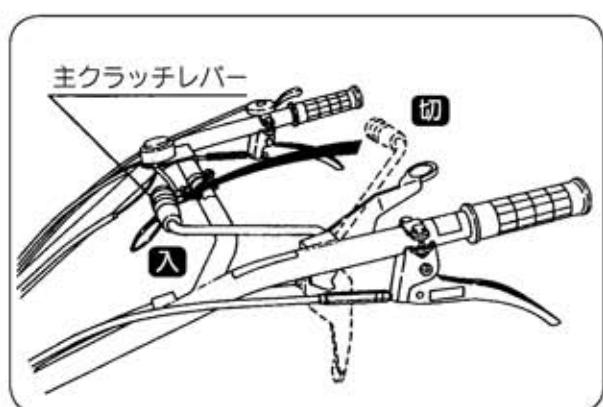

図13
③ 主クラッチレバーをゆっくり前方に押してください。 (図13)